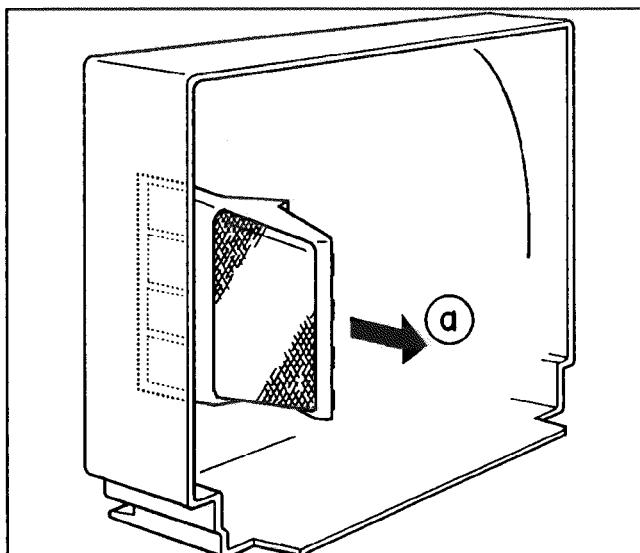

Fig.2 Rimozione del gruppo altoparlanti
2. Il gruppo altoparlanti può venire rimosso estraendolo nella direzione della freccia  $\odot$  come mostrato in Fig.2.